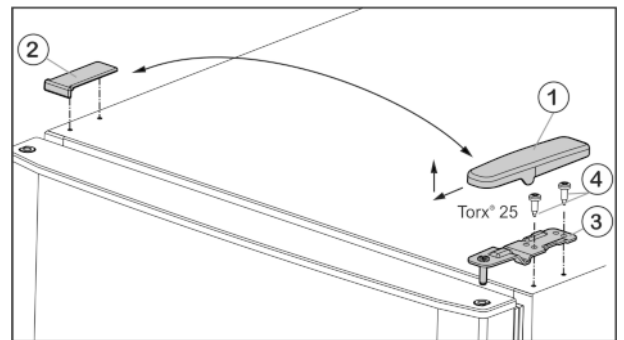

Fig. 6
- ▶ Retirer le cache Fig. 6 (1) par l'avant et le haut.
- ▶ Soulever le cache Fig. 6 (2).
- ▶ Dévisser le support de palier supérieur Fig. 6 (3) (2 fois Torx® 25) Fig. 6 (4) et le retirer par le haut.
- ▶ Placer le support de palier supérieur Fig. 6 (3) sur le nouveau côté de la charnière et dans la porte.
- ▶ Revisser le support de palier (en appliquant un couple de 4 Nm) (2 Torx® 25) Fig. 6 (4). Utiliser au besoin une visseuse sans fil.
- ▶ Replacer le cache Fig. 6 (1) du côté opposé par l'extérieur et l'enclencher.
- ▶ Replacer le cache Fig. 6 (2) du côté opposé par le haut et l'enclencher.